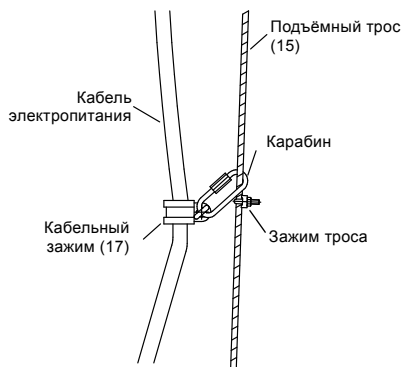

Рис. 13 Крепление кабеля электропитания к подъёмному тросу
17. С помощью кабельного зажима прикрепить кабель электропитания к подъёмному тросу приблизительно на 0,8 м. выше мешалки. Это предотвратит падение кабеля и его попадание в пропеллер во время работы. С помощью карабина закрепить кабельный зажим на подъёмном тросе выше зажима троса. См. рис. 13. Прикрепить кабель электропитания к подъёмному тросу с помощью кабельных зажимов, установленных через каждый метр.